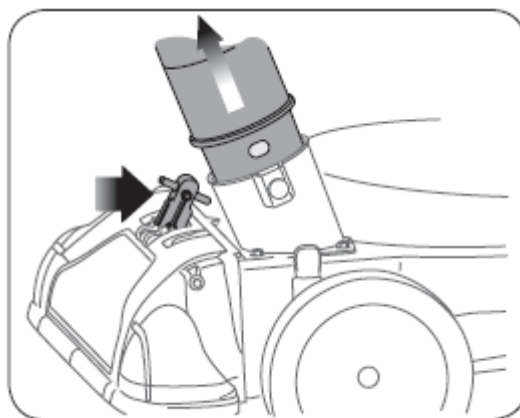

Figure 14
1. Установите рычаг насадки/шланга пылесоса в верхнее положение. Смотри рисунок 14.